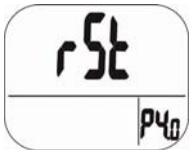

Fig. 16: Modo Reajuste
- Pulse LOG / ▲ tres veces para entrar en P4.0 para revertir el medidor a su estado anterior, ver (fig. 16).